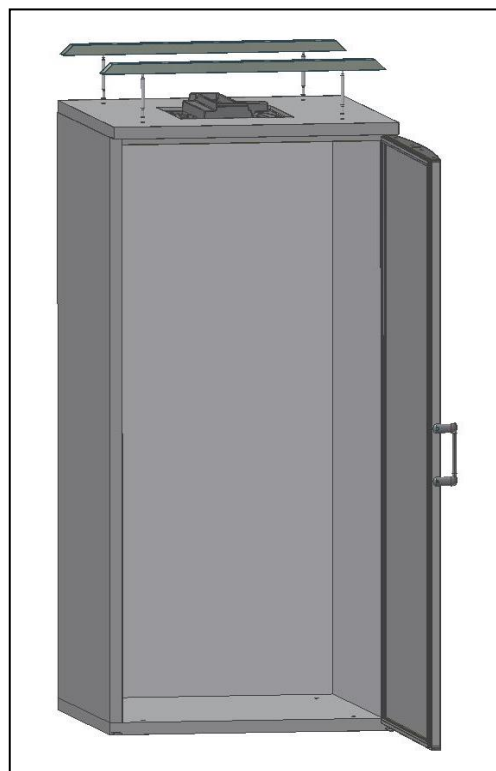

Fig. 12
- Encajar **las barras con soportes** en las perforaciones, por el exterior de la encimera (Fig.12);